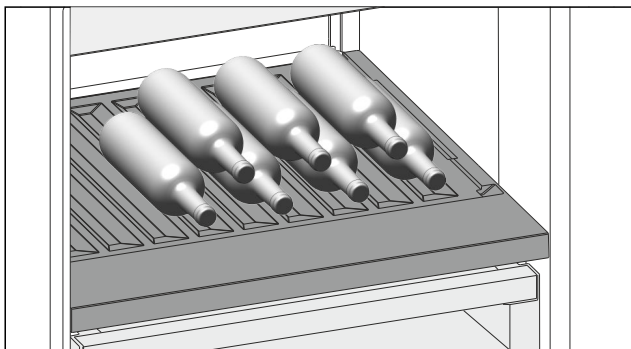

Fig. 111
- Shtrini shishet me fundin të drejtuar në faqen e pasme të frigoriferit. (shihni Fig. 111)